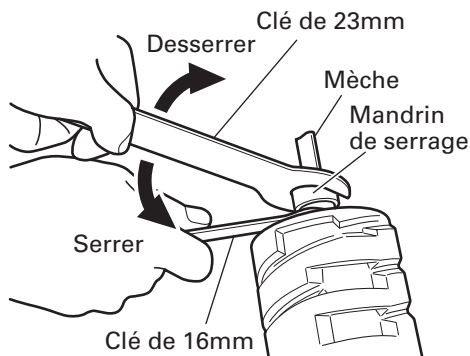

Fig. 3
(2) Nettoyer et insérer la queue de la mèche dans le mandrin de serrage jusqu'à ce que la queue touche le fond, puis la ramener en arrière d'environ 1/16" de pouce (2 mm).
(3) La mèche étant insérée et la clé de 16 mm tenant l'arbre d'armature, utiliser la clé de 23 mm pour serrer fermement le mandrin de serrage dans le sens des aiguilles d'une montre (Vu de dessous la toupie). (Fig. 3)
(4) Si l'on utilise une mèche à queue de 1/4" de pouce de diamètre, remplacer le mandrin de serrage par celui pour mèche à queue de 1/4" de pouce de diamètre, qui est fourni comme accessoire standard.